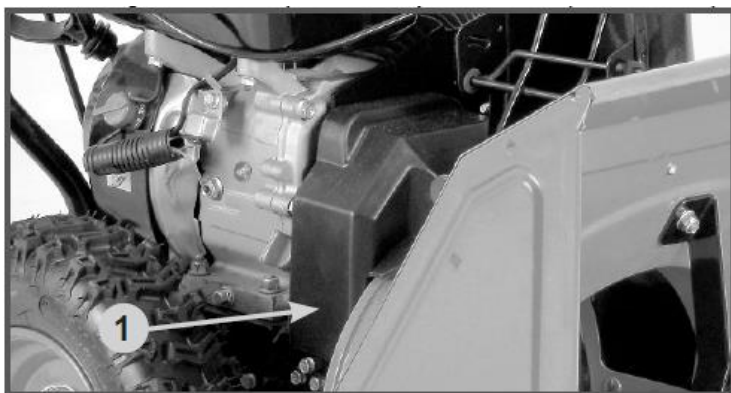

Рис. 16 Защитный кожух ремней
1. Открутите болты крепления и снимите защитный кожух ремней (поз. 1 Рис. 16).